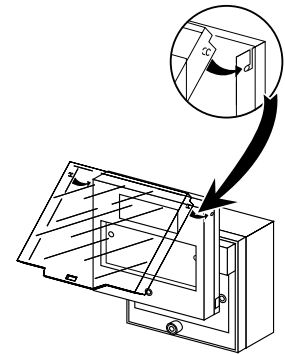

Figure 9 : volet de protection désenfumage
- le volet de protection est placé dans les encoches situées sur le couvercle avant le montage de celui-ci sur le bloc de commande (figure 9),